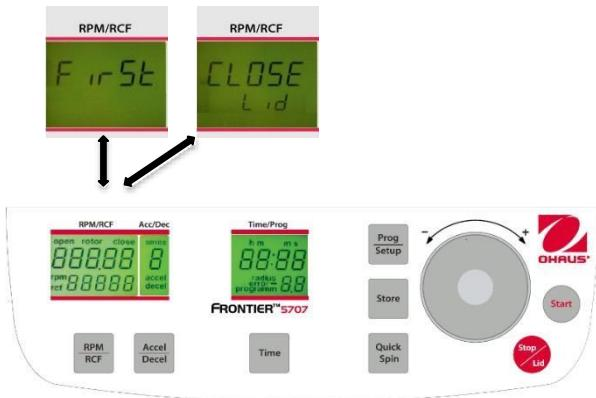
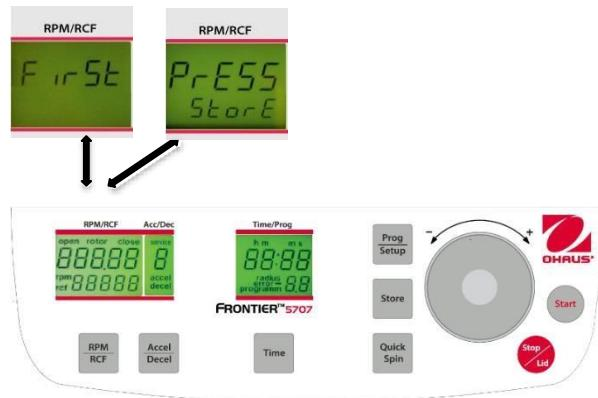

Figure. 21
Figure. 22
Fermer le couvercle de la centrifugeuse. Procéder dorénavant selon la description précédente afin de définir tous les paramètres importants de la centrifugation. Si le couvercle n'est pas fermé lors de la mémorisation du programme, les mots "FirSt" et "CLOSE Lid" (voir la figure 21) clignotent alternativement sur l'affichage "RPM/RCF" (A-1). Si la centrifugation doit être démarrée sans mémorisation du programme, les mots "First" et "PrESS StorE" (voir la figure 22) clignotent alternativement sur l'affichage "RPM/RCF" (A-1).
Pour adapter les données, appuyer sur la touche "Store" (2) (voir les figures 21 et 22) pendant 1 seconde environ. Si le programme est correctement mémorisé, le mot "StorE" apparaît sur l'affichage "RPM/RCF" (A-1). Ceci aura pour effet de faire disparaître le mot "programm" (M10).